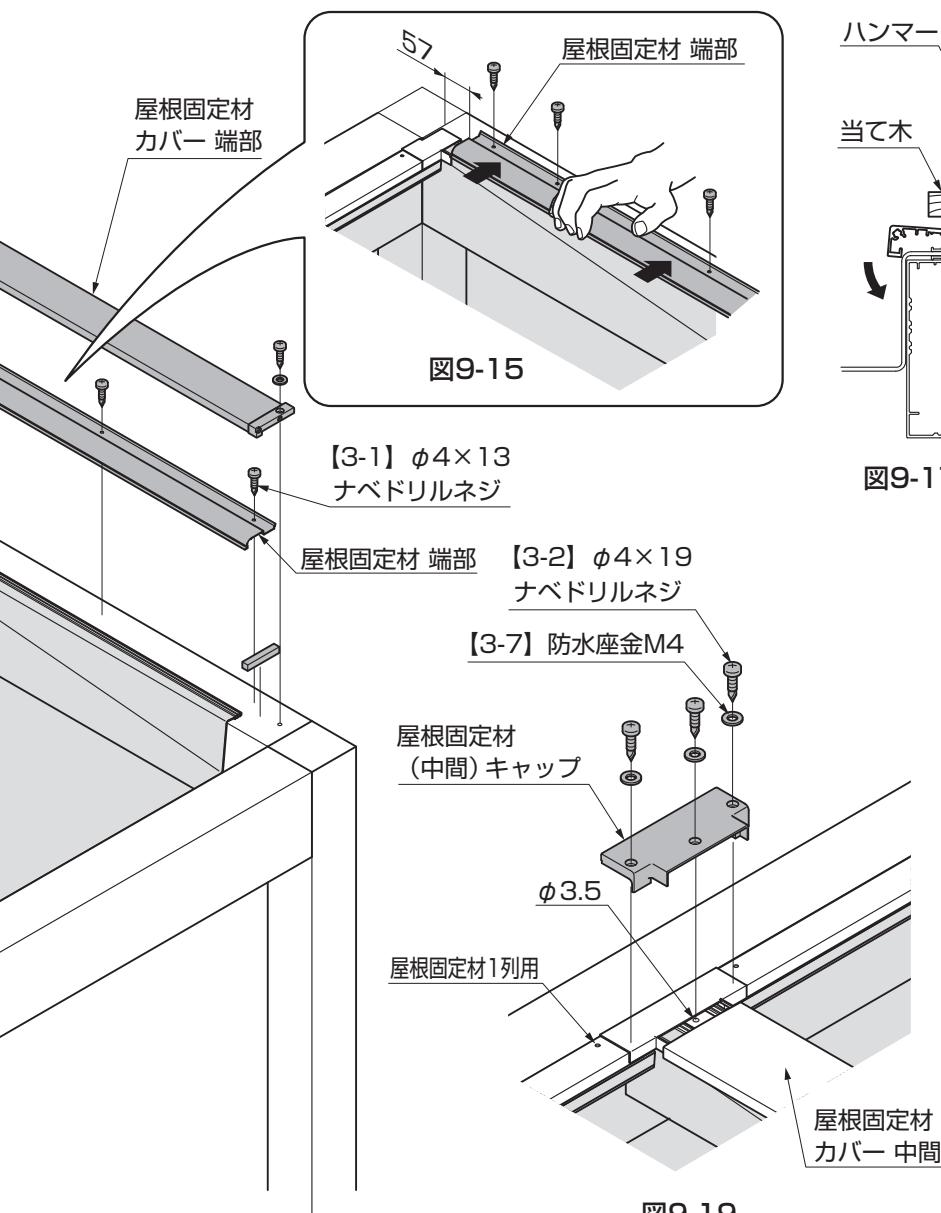
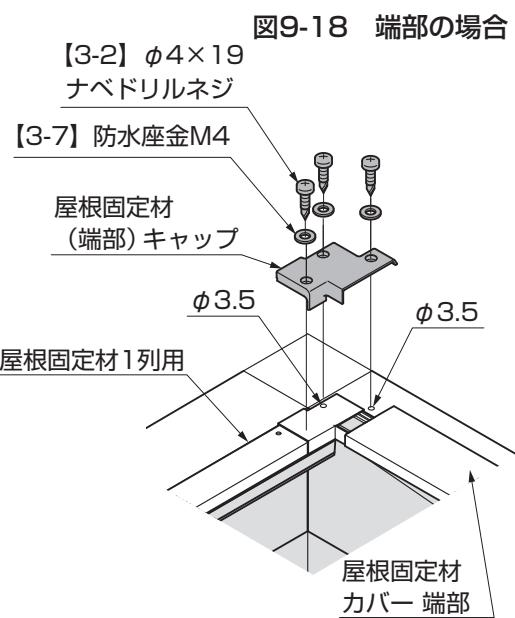

図9-19
図9-20
- ⑤フレームに屋根固定材キャップを取り付けるための下穴φ3.5をあけてください。(図9-19、図9-20参照)
- ⑥屋根固定材キャップを屋根固定材1列用、フレームに【3-2】、【3-7】で取付けてください。(図9-19、図9-20参照)